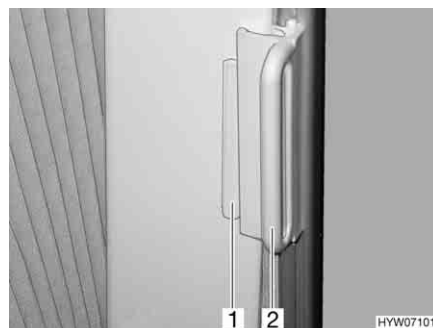

Fig. 109 Estore opaco plissado, janela da cabina do condutor
Fechar: ■ Agarre nos estores opacos plissados pelo meio do manípulo (Fig. 109,2) e vá fechando até que fecho magnético mantenha o estore opaco plissado fechado.
- Desloque o manípulo (Fig. 109,2) para o adaptador (Fig. 109,1). O estore opaco plissado está preso.